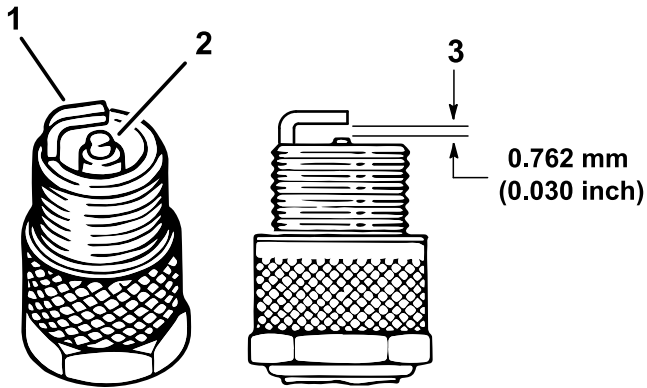

Figura 40
4. Compruebe el estado del electrodo lateral, el electrodo central y el aislamiento del electrodo central para verificar que no están dañados (Figura 40).
5. Ajuste la distancia entre los electrodos central y lateral a 0,76 mm, tal y como se muestra en la Figura 40.